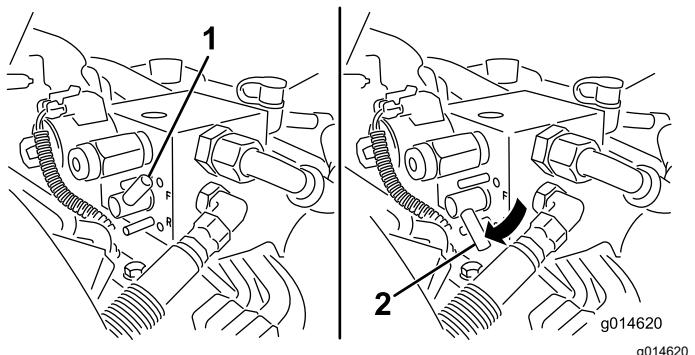

Bild 59
5. Drehen Sie den Läpphebel auf RÜCKWÄRTS (R) (Bild 59).